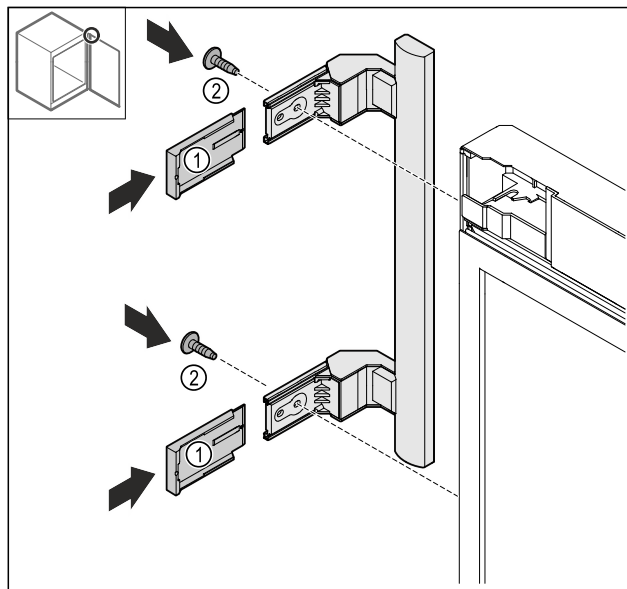

Fig. 26
- Skjut på skydden Fig. 26 (1).